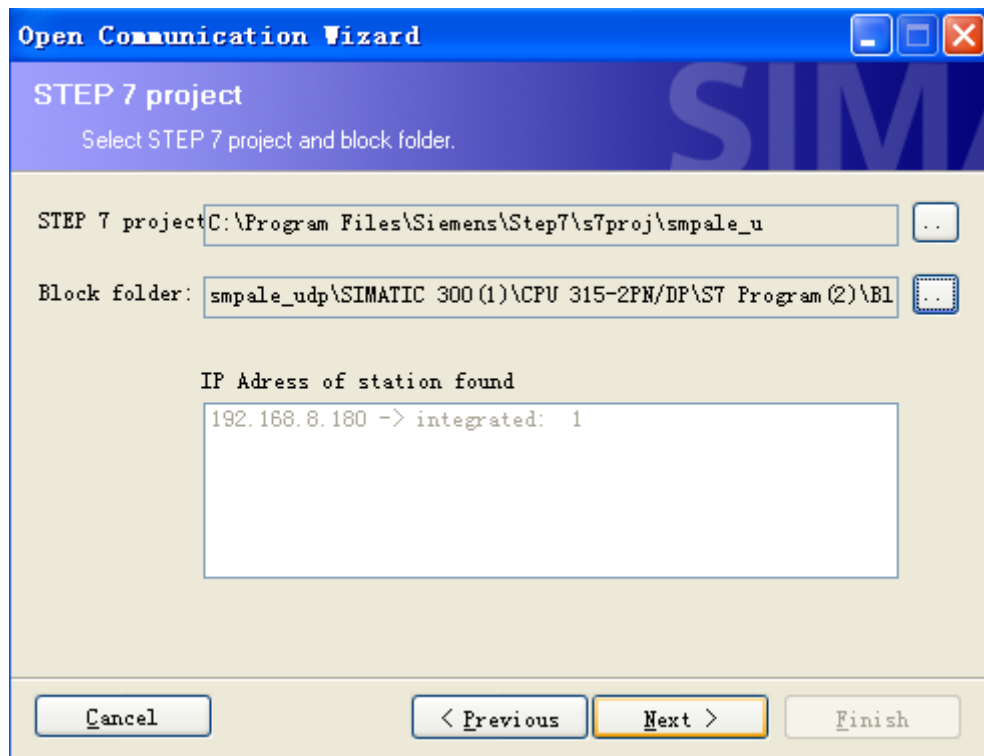

图 2.1.15
(3)、在图 2.1.15 中选择需要的 step7 项目以及块文件夹的路径，点击下一步。